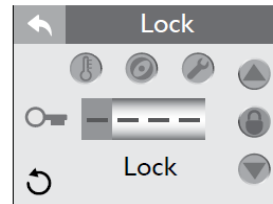

Figura 6.8b
A. Bloqueio de temperatura (Figura 6.8b):
B. Bloqueio do SPA (Figura 6.8b):
C. Bloqueio de serviço (Figura 6.8b):